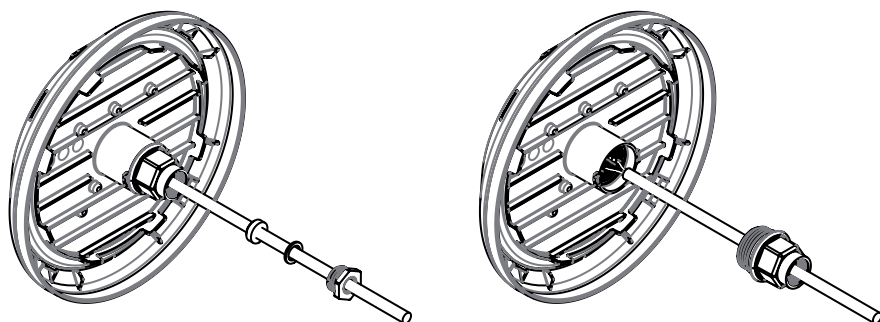

FIG. 6
- 2- Desenroskar primeiro o buçim e depois o conector de torção. É muito importante seguir os passos indicados na Fig. 6.